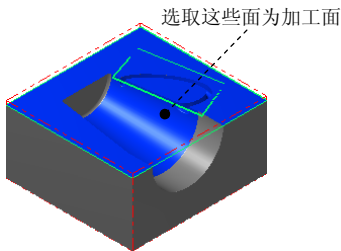

图 21.20 选取加工面
(1) 在图形区中选取图 21.20 所示的曲面(共 18 个面)，然后按 **Enter** 键，系统弹出“刀具路径的曲面选取”对话框。